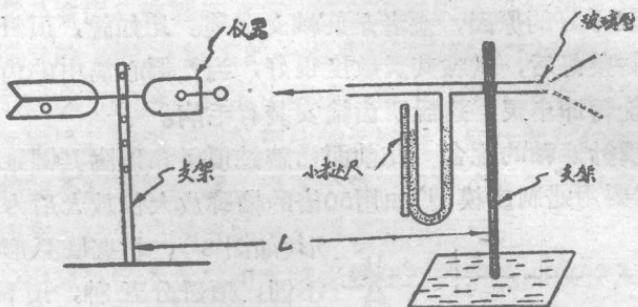

图 7 气压試驗55型旋杯流速仪法
(2)气压試驗法：做一个如图 7 支架上的玻璃管，弯曲部分里面注有帶顏色的水，其一端和直玻璃管相連，只一端是开口的，在此开口端的臂上系一个小米达尺。